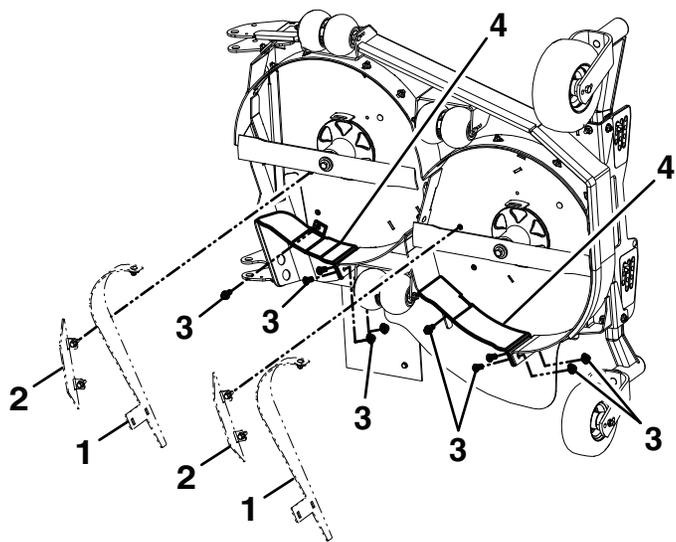

Figure 5
6. Sur le tablier latéral gauche, déposez et conservez le déflecteur de l'ailette d'éjection, le déflecteur coudé et toutes les fixations (voir Figure 5). Montez les déflecteurs de blocage gauches à l'aide des fixations conservées; certaines fixations sont installées dans des inserts filetés. Remettez les fixations restantes non utilisées dans leurs emplacements initiaux.